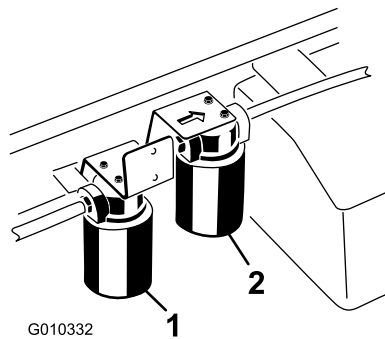

Bild 74
3. Stellen Sie eine Auffangwanne unter den Filter und entfernen den Filter (Bild 74).
1. Reinigen Sie den Anbaubereich des Hochflussfilters (Bild 74).